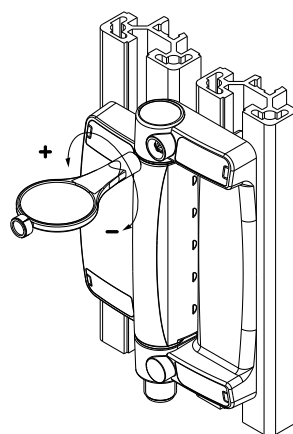

Fig. 6
2. Utilizzando la chiave di regolazione, regolare i contatti NC affinché siano aperti in modo sicuro allo spiraglio della porta massimo consentito. Girando in senso orario si riduce l'angolo di commutazione, mentre girando in senso antiorario si ottiene un angolo maggiore (Fig. 6); in caso di montaggio interno, il senso di rotazione è invertito. L'angolo di apertura obbligata è di 7° maggiore dell'angolo di intervento impostato.